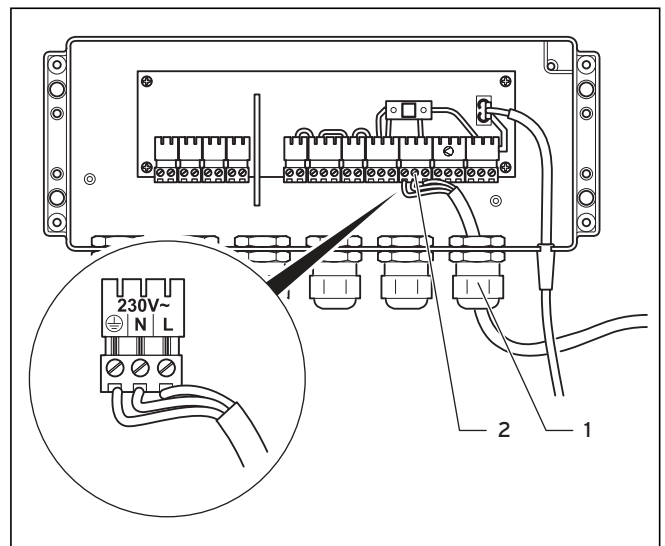

Abb. 5.12 Anschluss der Netzzuleitung
- Verlegen Sie die Netzzuleitung zur Anschlussebene im Schaltkasten wie in Abb. 5.12 gezeigt.
- Ziehen Sie die Kabelverschraubung (1) an, um eine Zugentlastung und den Spritzwasserschutz zu gewährleisten.
- Klemmen Sie die Netzzuleitung an den dafür vorgesehenen Klemmen (N, L und PE) des System ProE an (2).